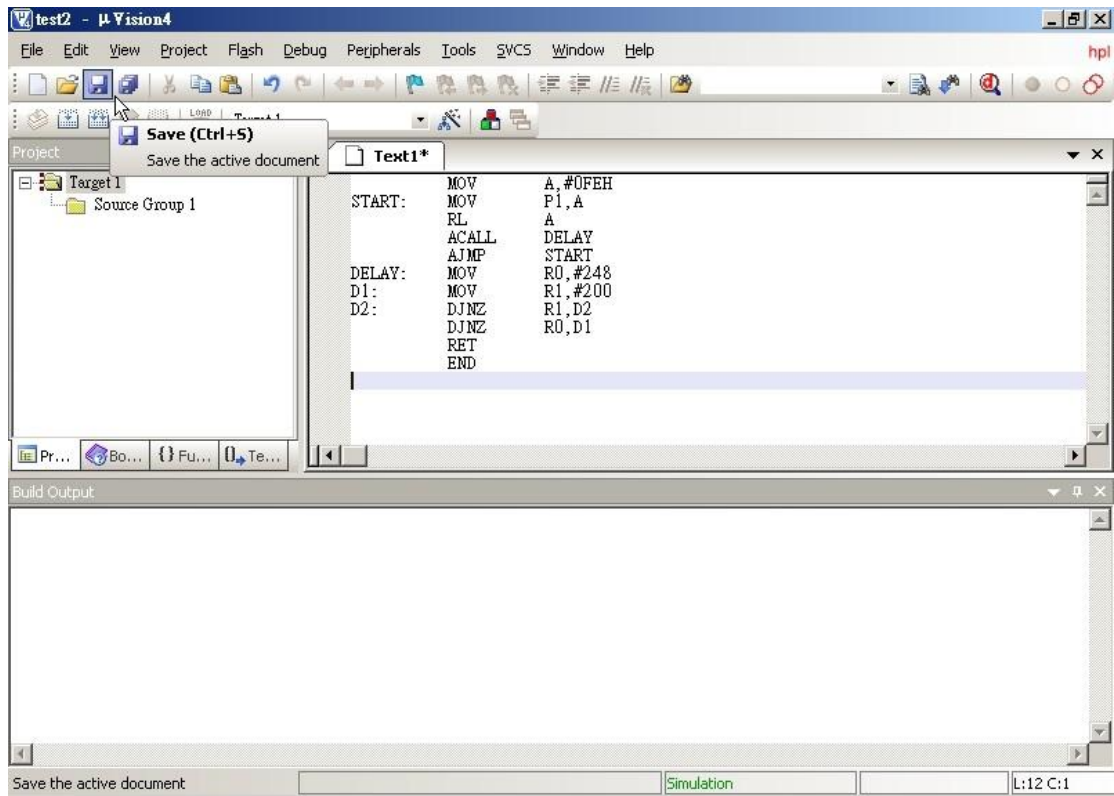

图 2-6 储存
(4) 点击图 2-6 中的储存档案图标按钮，也能用选单 File/Save 或按快捷键 Ctrl+S，